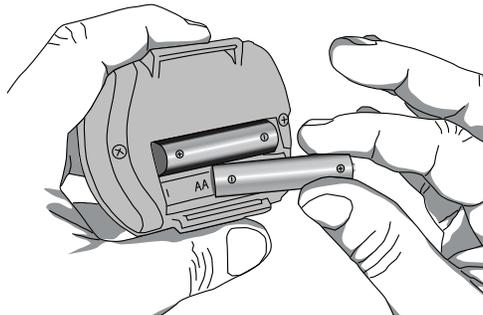

Figure 4: Insertion des piles
2. Insérez deux piles alcalines AAA neuves (figure 4). La direction des piles est indiquée à l'intérieur du compartiment des piles.